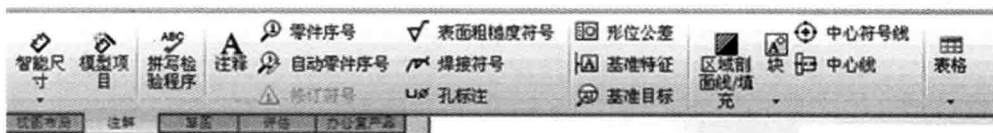
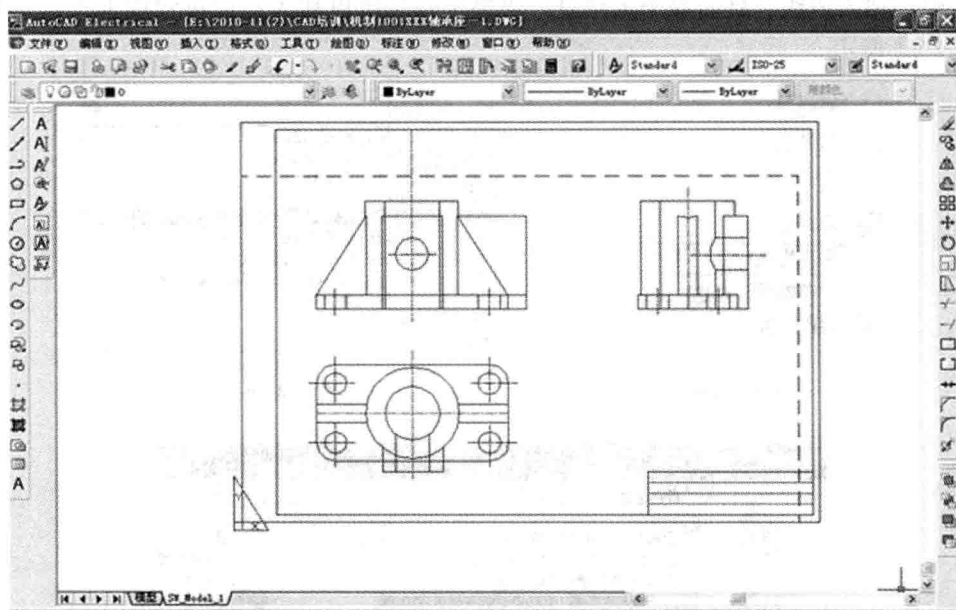

图 1-2-12
图 1-2-13
8)单击界面上的“注解”，绘制平面图所需要的公差基准等符号一应俱全，供进一步绘图使用，如图 1-2-12 所示。具体操作例子见后面章节平面图形绘制实例。然后我们再用 AutoCAD 2006 等打开 SolidWorks 2008 刚才保存的“机制 1001XXX 轴承座-1”，见图 1-2-13，SolidWorks 2008 中绘制的图形(中心线和标题栏)，在 AutoCAD 中都显示出来了，虚线框暂时不用管它。在 AutoCAD 中可以用标注的方法检查图形尺寸大小，以此来验证 SolidWorks 2008 保存“.dwg”格式文件的正确性。